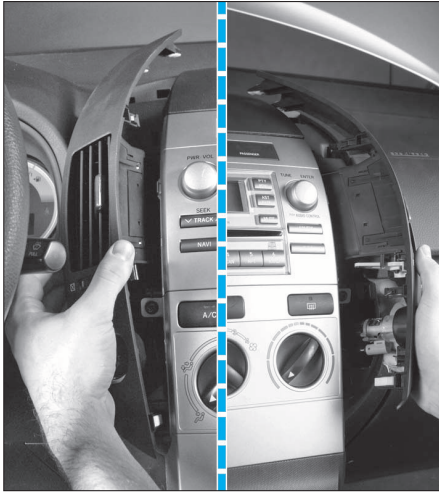

FIG. 6
- Déposer les aérateurs centraux (fig. 6).